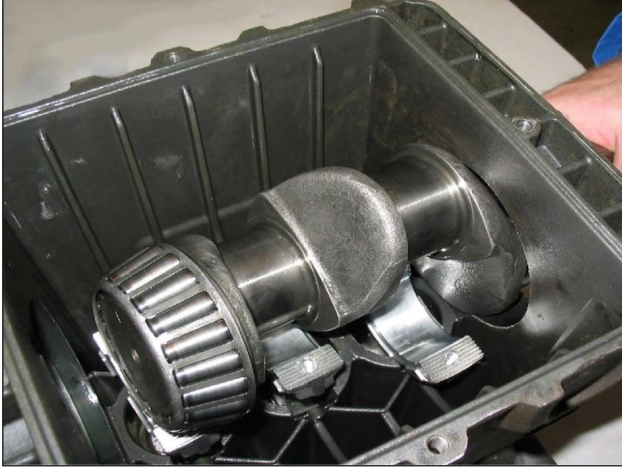

Fig. 4
- Pousser en avant les guides du piston avec les bielles correspondantes pour faciliter l'extraction latérale de l'arbre de la pompe comme l'indique la Fig. 4.